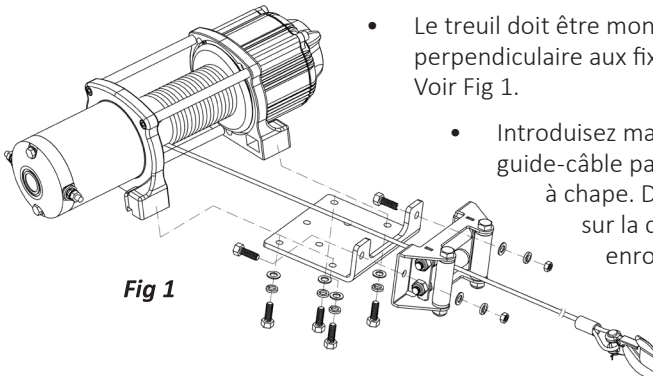

Fig 1
- Le treuil doit être monté avec la direction de la traction perpendiculaire aux fixations des boulons de montage. Voir Fig 1.